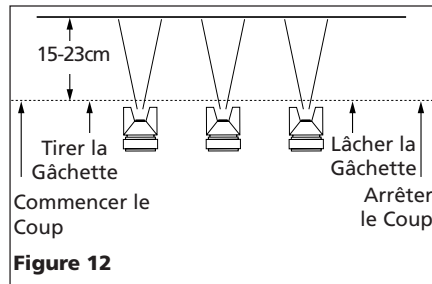

Figure 12
2. Tirer correctement sur la gâchette. Commencer le mouvement au début du coup AVANT DE TIRER SUR LA GÂCHETTE et la relâcher AVANT D'ARRÊTER LE MOUVEMENT à la fin du coup. Cette procédure "mélanger" chaque coup avec le prochain sans avoir l'apparition de chevauchement ou d'inégalités (Voir Figure 12).